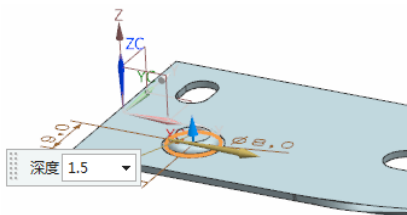

图 10-70 预览所创建的凹坑特征
(4) 单击“完成”图标,草图绘制完毕,视图区预览显示如图 10-70 所示的钣金件。